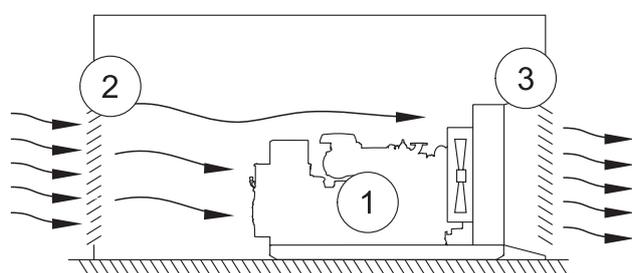
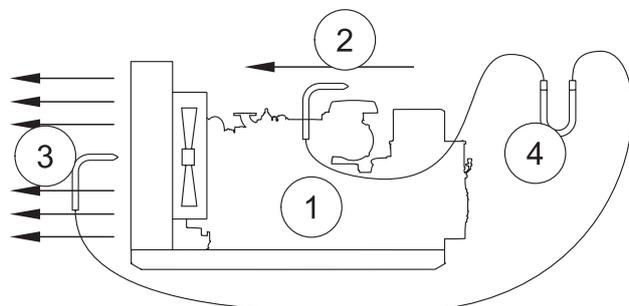
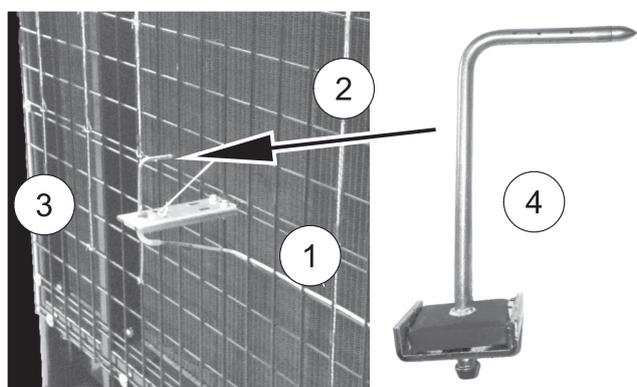

Abbildung 43
Abbildung 44
Abbildung 45
Abbildung 43 zeigt den Kühlluftkreislauf. Obwohl die genauen Einzelheiten der Anordnung von Anlage zu Anlage verschieden sein können, bleibt der grundlegende Luftkreislauf gleich. Das Schiffsaggregat verfügt über einen Drucklüfter, der Kühlluft vom Einlass (Abbildung 44, Nummer 2) über das Aggregat und den Motor (1) ansaugt und dann durch den Kühler und den Ladeluftkühler drückt. Normalerweise verlässt die Abluft des Kühlers und des Ladeluftkühlers den Motorraum über eine Entlüftungsöffnung nach außen (3). Über weitere Entlüftungsöffnungen strömt kühle Luft von außen in den Motorraum.
Das Kühlsystem des Kühlers ist für den Betrieb mit einem maximalen Kanaldruck von 127 Pa (0,5 in H₂O) ausgelegt. Der Druck wird von einer Stelle vor dem Lüfter (in der Regel entlang der Länge des Motors) bis zu einer Stelle direkt vor dem Kühlerauslass gemessen, siehe Abbildung 44, Nummer 3, und Abbildung 45. Auf diese Weise wird der Gesamtdruck der Kühlung (2) gemessen, wobei sowohl die Beschränkungen beim Ansaugen der Luft in den Motor als auch die Beschränkungen beim Austritt der Luft aus dem Motorraum berücksichtigt werden. Bei der Auslegung der Belüftung des Motorraums sollte eine Druckbegrenzung von 63,5 Pa angestrebt werden, wobei ein niedrigerer Wert besser ist.